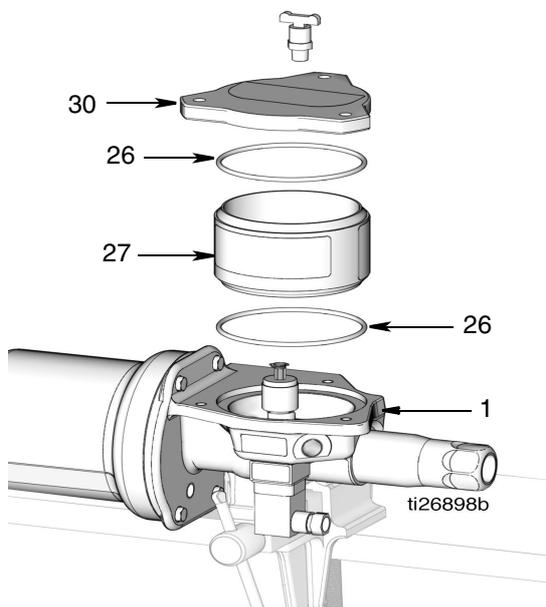

FIG. 17
12. Desmonte el depósito (27) de la base de la bomba (1) (FIG. 17). Si se van a cambiar las juntas tóricas del depósito (26), saque las juntas del mismo y de la tapa. Deseche las juntas tóricas según la normativa para una eliminación adecuada.